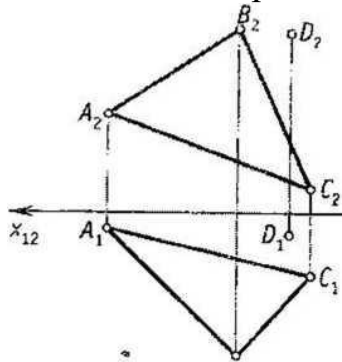

Рисунок 1.1.
- Через точку D провести прямую, перпендикулярную плоскости $A(ABC)$ общего положения, (рисунок 1.1)